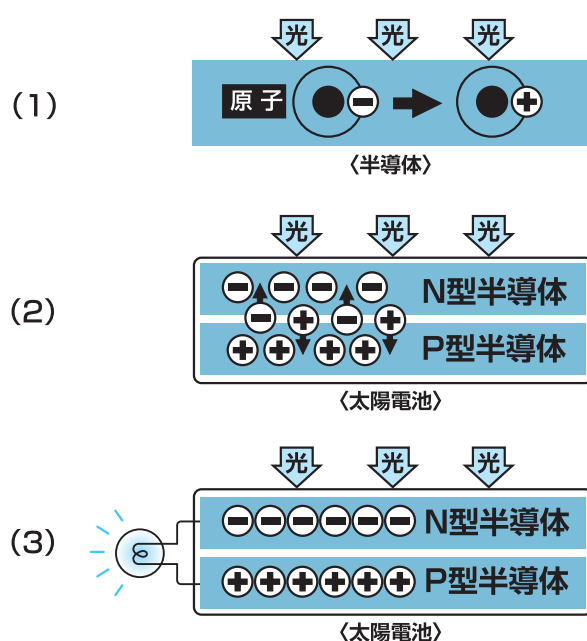

図1 太陽光パネルの発電イメージ
半導体に光があたると、「+」の粒子（正孔）と「-」の粒子（電子）が発生します。〔図 1 (1)〕
太陽光パネルは N 型半導体と P 型半導体の 2 種類で構成されています。N 型半導体は「-」、P 型半導体は「+」が集まる性質を持つので、光があたって発生した粒子は、それぞれの半導体に集まります。〔図 1 (2)〕
「+」に帯電した P 型半導体と「-」に帯電した N 型半導体をつなぐと電気が流れます。（乾電池の「+」と「-」をつなぐのと同様です）〔図 1 (3)〕